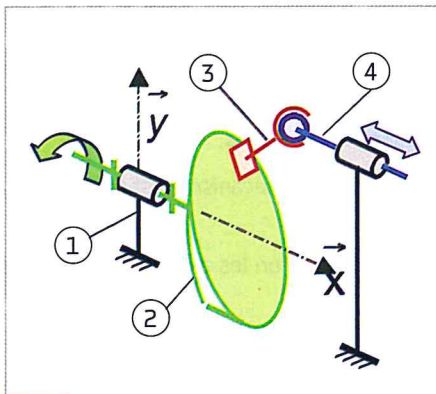

Fig. 1 Schéma d'une pompe à pistons axiaux utilisée dans un nettoyeur haute pression
- ▶ représenter le mécanisme de manière simplifiée, ce qui permet de rapidement comprendre le fonctionnement, le déplacement des pièces : la figure 1 représente le schéma d'une pompe à pistons axiaux utilisée dans un nettoyeur haute pression ;